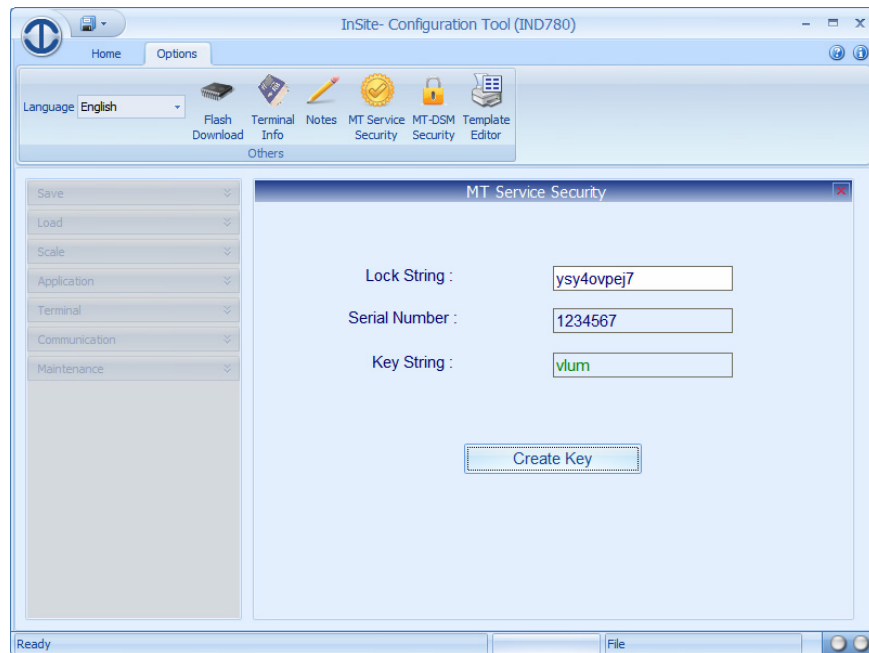

Figura 3-192: Scherma di creazione della stringa chiave di InSite
- Per quanto riguarda la stringa di blocco, utilizzare una versione autorizzata di InSite per creare la stringa chiave corrispondente. In Figura 3-192, dopo aver inserito la stringa di blocco, premendo sul pulsante Create Key (Crea chiave) sarà generata la stringa chiave.